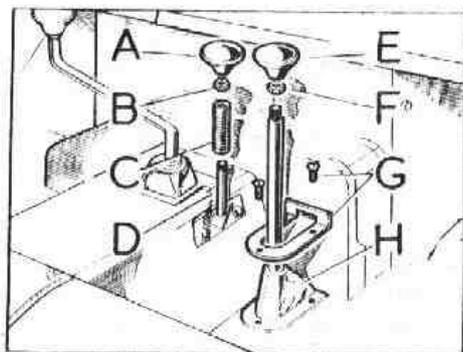

Fig. Q1-24 Palancas para tracción total y caja reductora
- 1.1. Desmontar el pomo, E (Fig. Q1-24), y contratuerca, F, de la palanca de la caja reductora.